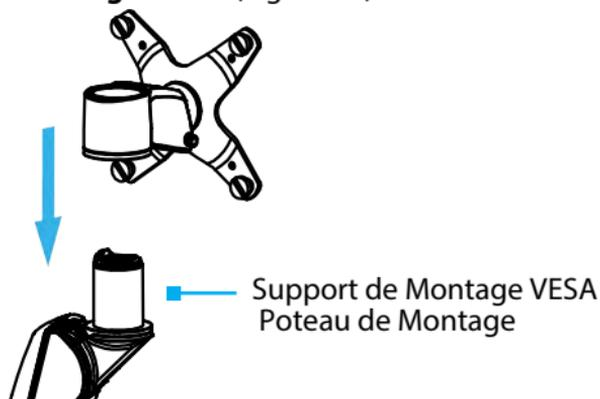

Figure 18
3. Faites glisser le **Support de Montage VESA** sur le **Support de Montage** du **Support de Montage VESA**. (Figure 18)